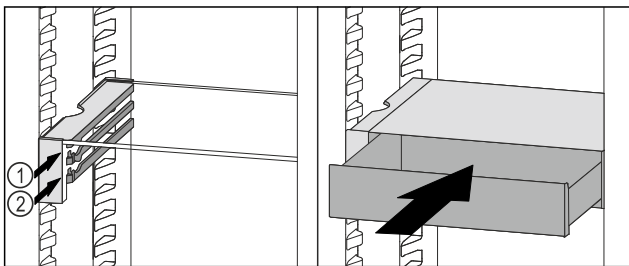

Fig. 78
- ▶ Встановити висувний ящик VarioSafe за стопорами на потрібне ребро Fig. 78 (1) або Fig. 78 (2).